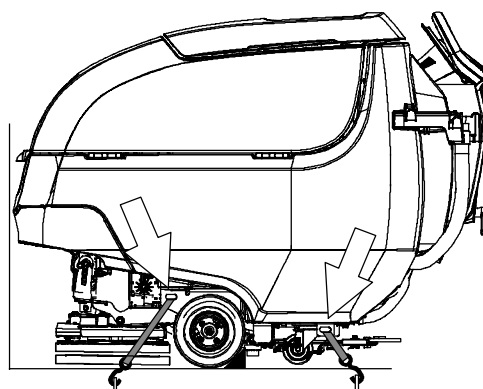

ABB. 140
4. Bringen Sie hinter jedem Rad einen Bremsklotz an (Abbildung 140).
5. Befestigen Sie mit Spanngurten die Maschine an den vier Haltebügeln am Maschinenrahmen (Abbildung 140). Bringen Sie, falls erforderlich, Ösen am Boden des Anhängers oder Lastwagens an.